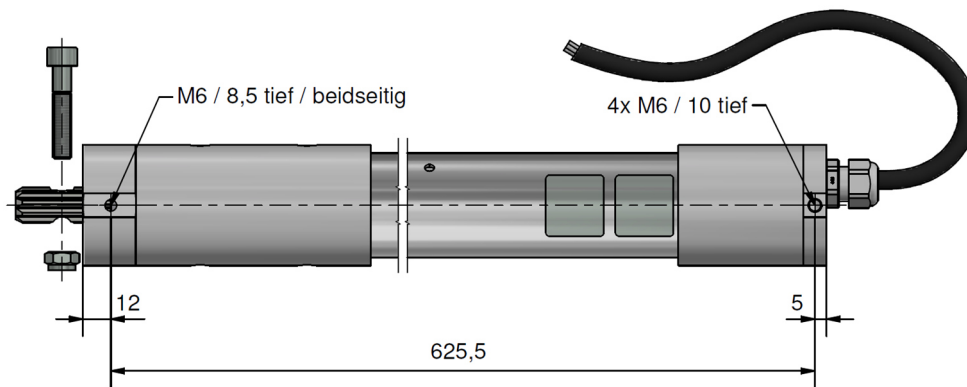

Abbildung 5-2: Befestigungspunkte Antriebssystem 3062.00-0010
- Befestigen Sie das Antriebssystem an den beidseitig vorgesehenen Verschraubungspunkten im Gehäuse und im Motoradapter, siehe Abbildung 5-2.